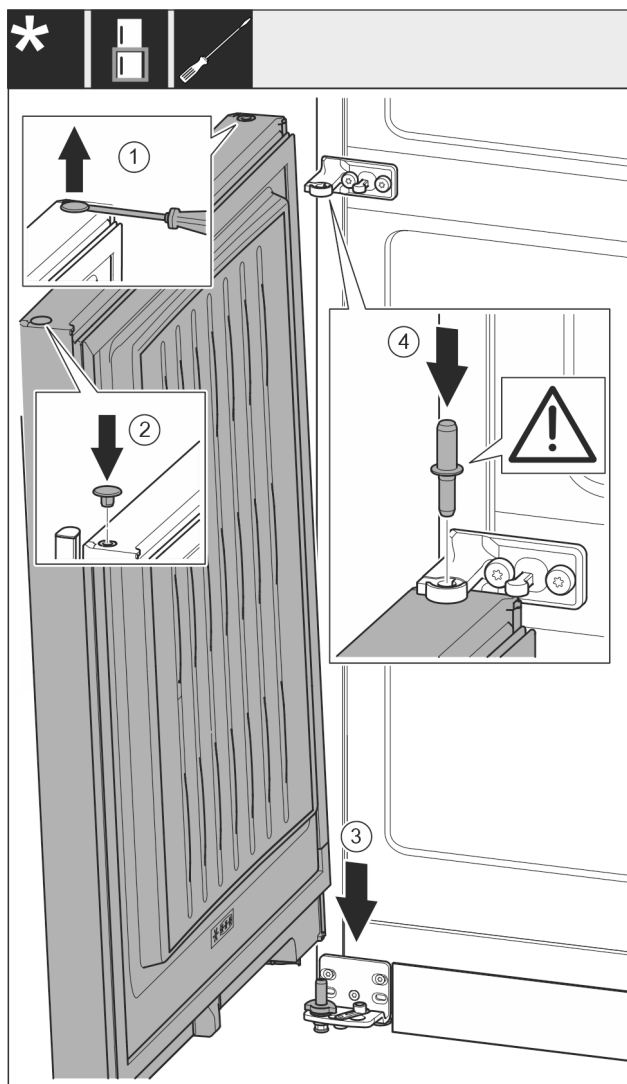

Fig. 23
- Odvijačem s ravnom glavom oprezno podignite čep Fig. 23 (1) i izvadite ga.
- Ponovno umetnite čep Fig. 23 (2) na drugu stranu vrata.
- Stavite vrata Fig. 23 (3) odozgo na donji svornjak ležaja.
- Umetnite srednji svornjak ležaja Fig. 23 (4) kroz srednji podložak ležaja u donja vrata. Pritom se pobrinite za to da je uskočina izbočina okrenuto prema natrag.